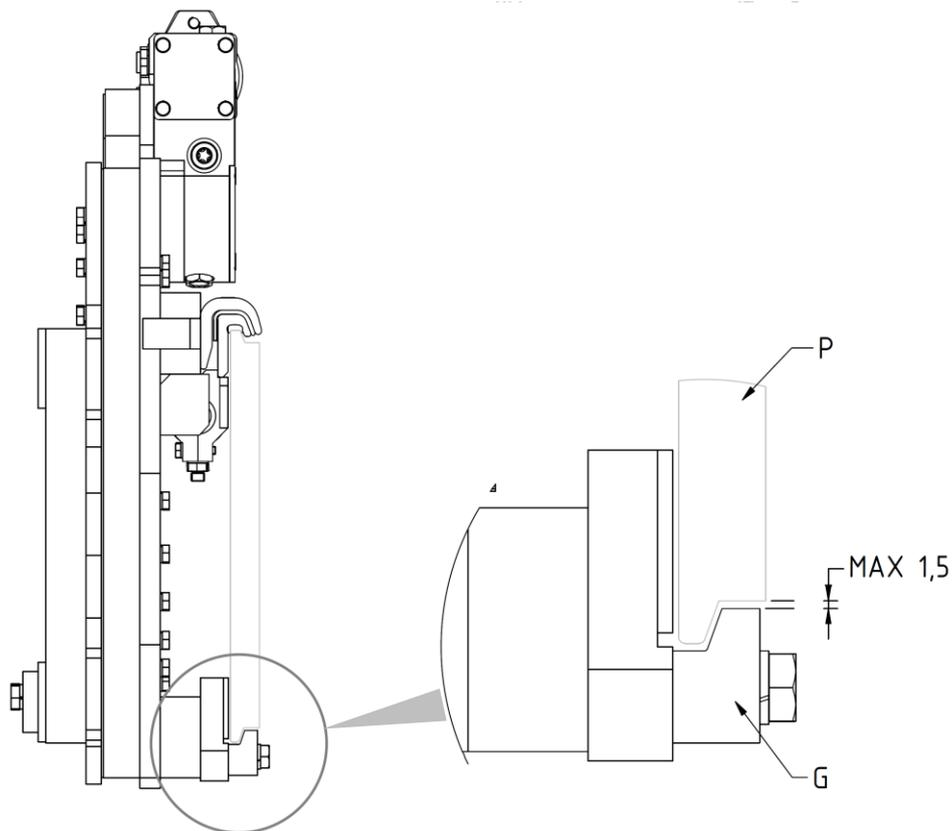

Figure 11
8. Revisser les 2 crochets inférieurs G de manière à ce que le corps de ces derniers reste accroché aussi en bas du tablier porte-fourches P (avec un jeu max. de 1,5 mm, voir détail *Figure 11*), en serrant avec le couple de serrage indiqué dans le *Tableau 4*.